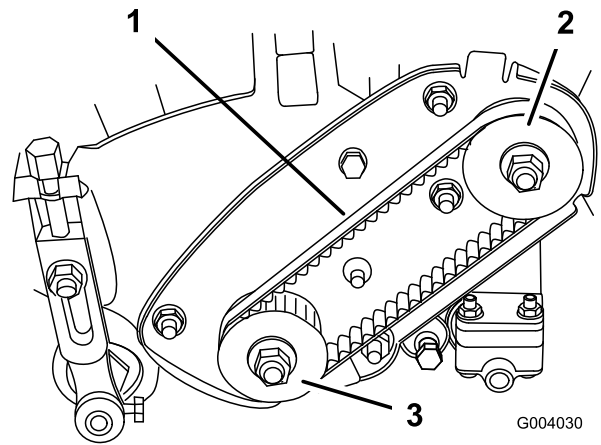

Figure 31
2. Contrôlez la tension de la courroie en exerçant une force de $2 \pm 0,5$ kg à mi-distance entre les poulies (Figure 31). La courroie doit présenter une flèche de 6,4 mm. Si ce n'est pas le cas, passez au point suivant.